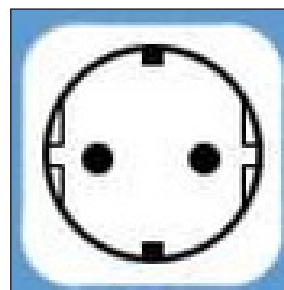

Abb. 20 - Schukostecker
- eine Schuko-Steckdose mit Erdung und separatem Schutz (Abb. 20);